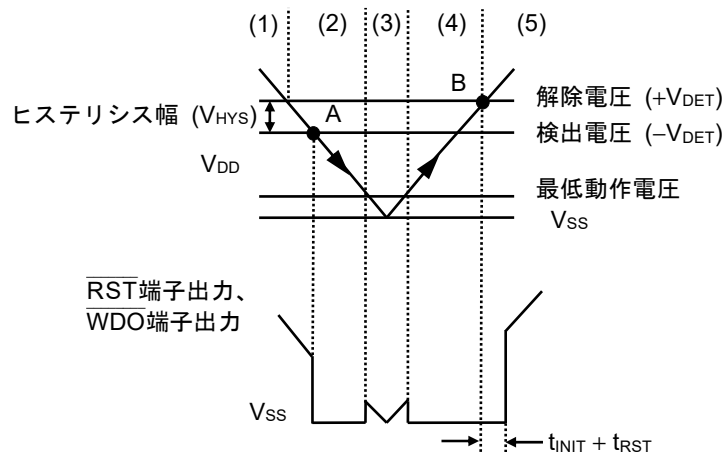

図32 電圧検出回路のタイミングチャート
- (1) 電源電圧 (V_{DD}) がディテクタの解除電圧 ($+V_{DET}$) 以上で、Nchトランジスタ (N2) はオフになり、 \overline{RST} 端子に "H" が出力されます。このときPchトランジスタ (P1) はオン状態で、コンパレータ (C1) への入力電圧は $\frac{R_B \cdot V_{DD}}{R_A + R_B}$ になります。
- (2) V_{DD} が低下し $+V_{DET}$ 以下になっても、検出電圧 ($-V_{DET}$) 以上であれば \overline{RST} 端子に "H" が出力されます。 V_{DD} が $-V_{DET}$ (図32のA点) 以下になるとC1によって制御されるN2はオンになり、 \overline{RST} 端子に "L" が出力されます。このときP1はオフになり、C1への入力電圧は $\frac{R_B \cdot V_{DD}}{R_A + R_B + R_C}$ になります。
- (3) V_{DD} がさらに低下し、ICの最低動作電圧以下になると、 \overline{RST} 端子出力は "H" になります。
- (4) V_{DD} が最低動作電圧以上に上昇すると \overline{RST} 端子に "L" が出力されます。また、 V_{DD} が $-V_{DET}$ を越えても $+V_{DET}$ 未満の場合には出力は "L" になります。
- (5) さらに V_{DD} を上昇させ $+V_{DET}$ (図32のB点) 以上になるとN2はオフになり、 $t_{INIT} + t_{RST}$ 経過後 \overline{RST} 端子に "H" が出力されます。